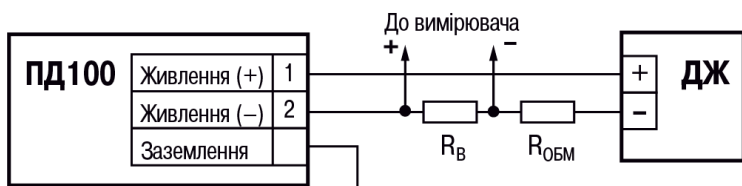

Рисунок 6 – Схема підключення
** Опір навантаження залежить від напруги живлення (див. *рисунок 6*).
Перетворювач слід підключати до зовнішніх пристроїв згідно зі схемою на *рисунок 6*.